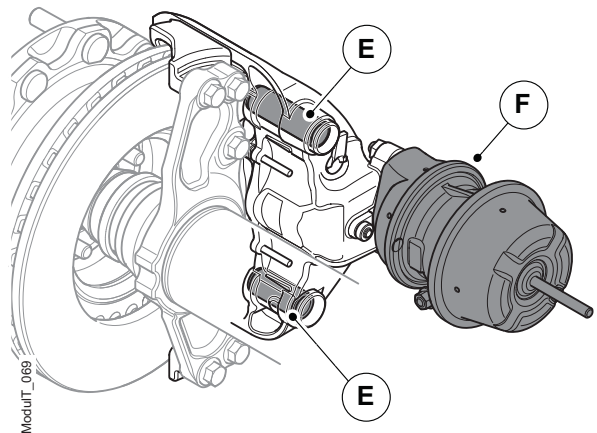

Figura 3. Guías de deslizamiento y cámara de freno por muelle
La pinza se mueve sobre las guías de deslizamiento (E), véase la figura 3. Cuando el freno de disco también sirve de freno de estacionamiento, la unidad funciona mediante un actuador de freno por muelle (F).